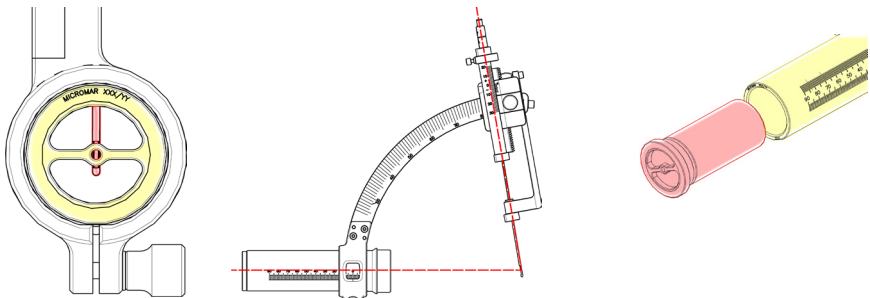

Figura 58
9. En el tubo milimetrado, utilice la mira para verificar el isocentro según el modelo de cánula que se vaya a utilizar (Figura 58).